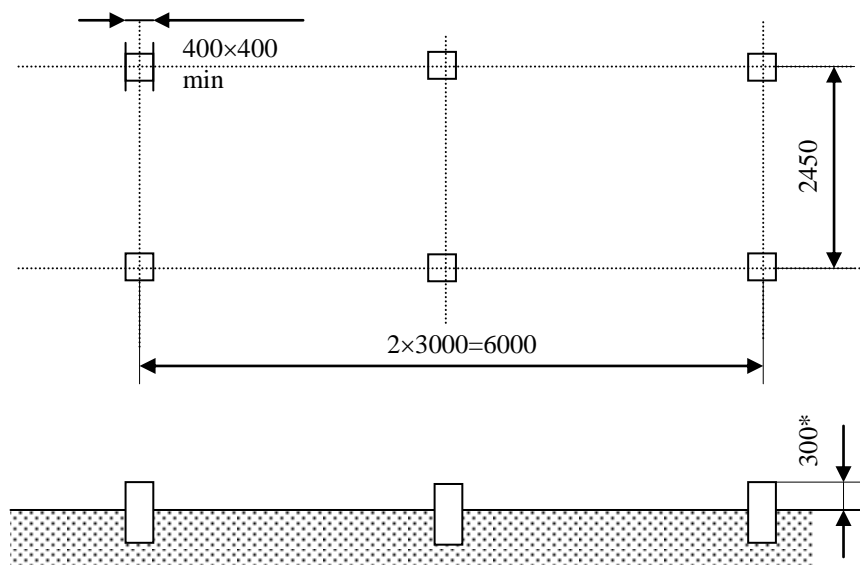

Рис. 1 Рекомендуемый план фундамента
2.1.1. Подготовить ровную горизонтальную площадку соответствующих размеров, согласно рекомендуемому плану фундамента, приведённому для блок-контейнера размерами 6,0x2,45x2,5 м на рис.1.